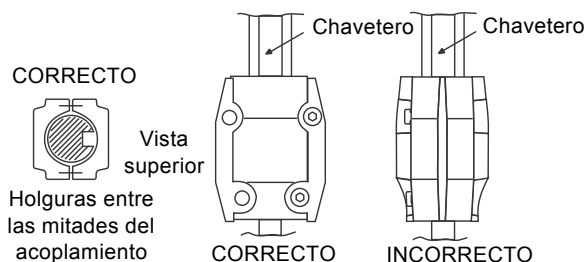

Fig. 16 Ajuste del acoplamiento para todas las bombas CR, CRI, CRN y CRT
3. Enrosque los tornillos del acoplamiento sin llegar a apretarlos. Compruebe que las holguras a ambos lados del acoplamiento sean iguales y que el chavetero del eje del motor se encuentre centrado en la mitad del acoplamiento, como muestra la fig. 16.
4. Enrosque los tornillos del acoplamiento sin llegar a apretarlos. Compruebe que las holguras a ambos lados del acoplamiento sean iguales y que el chavetero del eje del motor se encuentre centrado en la mitad del acoplamiento, como muestra la fig. 16.
Para evitar dañar las mitades del acoplamiento, asegúrese de que el chavetero del eje del motor quede centrado en la mitad del acoplamiento, como muestra la fig. 16.
4. Lubrique los tornillos del acoplamiento empleando un compuesto lubricante antiagarrotamiento. Apriete con la mano los tornillos del acoplamiento, asegurándose de que las holguras del acoplamiento son iguales por ambos lados y que el chavetero del eje del motor quede centrado en la mitad del acoplamiento, como muestra la fig. 16. Una vez apretados los tornillos lo suficiente como para que el acoplamiento se mantenga fijo, apriételos en orden cruzado.